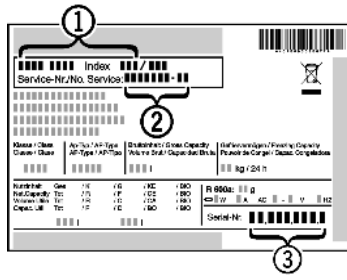

Fig. 11
- ▶ Прочетете от идентификационната табелка описанието на уреда Fig. 11 (1), сервисния № Fig. 11 (2) и серийния № Fig. 11 (3). Идентификационната табелка се намира на лявата вътрешна стена на уреда.
- ▶ Обадете се на сервисната служба и посочете неизправността, описанието на уреда Fig. 11 (1), сервисния № Fig. 11 (2) и серийния № Fig. 11 (3).